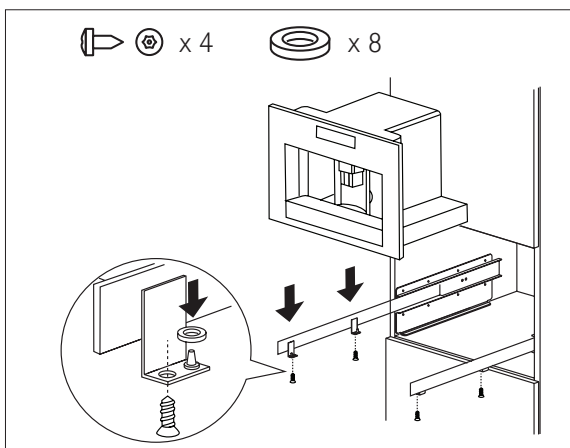

Fig. 5
- Poziționați aparatul pe șină, asigurându-vă că știfturile sunt introduse corect în carcasă, apoi fixați- cu șuruburile din dotare (Fig. 5). Dacă trebuie să se regleze înălțimea aparatului, utilizați discurile distanțiere furnizate.